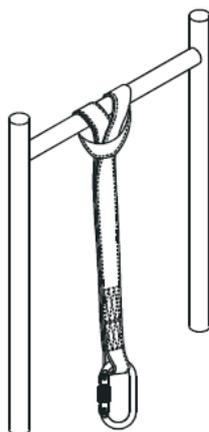

figura 1
Paso 2: Coloque el dispositivo de anclaje como se muestra en la figura 1. Utilice mosquetones si es necesario. Asegúrese de que el conector está correctamente cerrado.